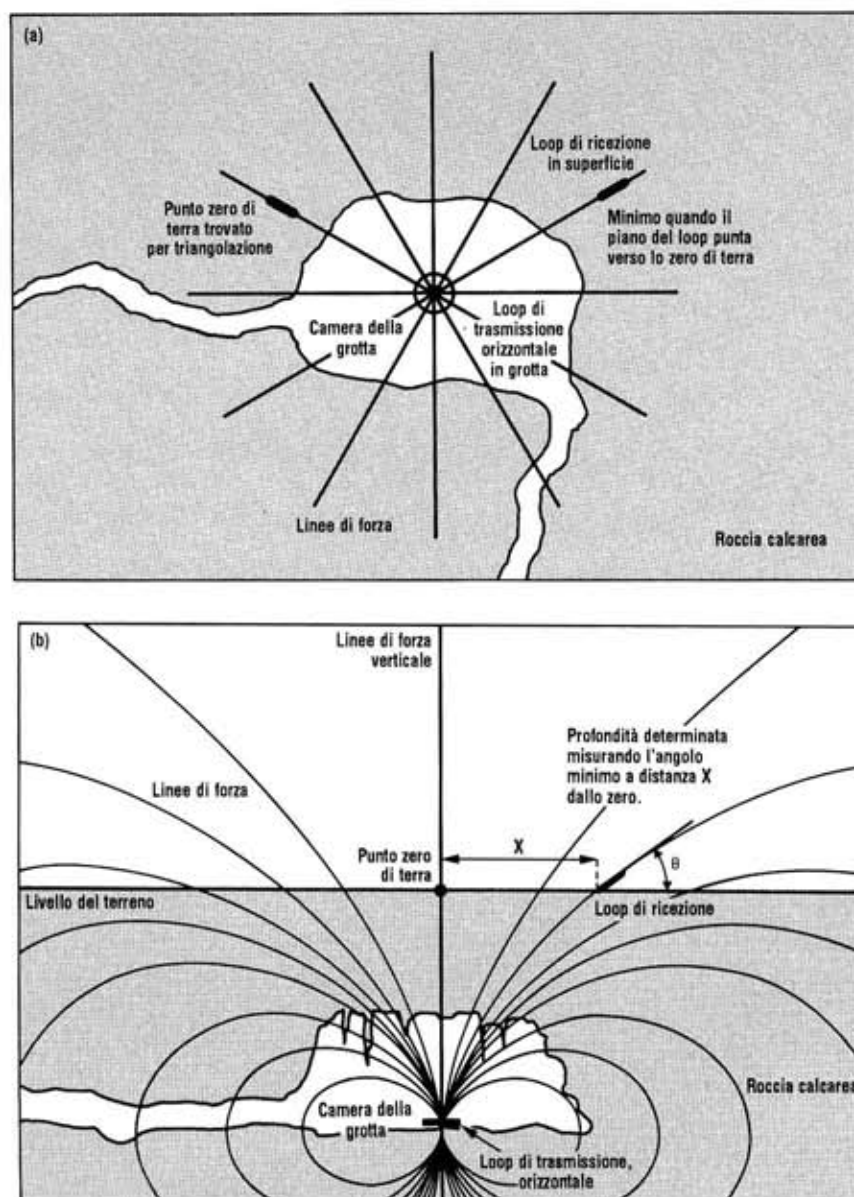

Fig. 3 - Esempio di radiolocalizzazione in grotta.
Poiché la radiolocalizzazione in queste condizioni funziona in condizioni di campo magnetico prossimo, le modalità non sono sempre le stesse che invece sono tipiche della radiolocalizzazione in superficie. A questo proposito, la fig. 3 mostra come vengono emesse le linee di flusso magnetico da un loop disposto orizzontalmente in una grotta; dalla vista laterale (B) si può notare che, immediatamente sopra l'antenna trasmittente, le